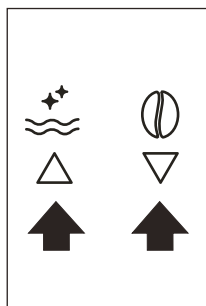

Fig. 9
- ▶ Pentru a seta limba, utilizați pictogramele Δ ∇ (B7 și B8) pentru a selecta limba dorită (Fig. 9). Când este afișat mesajul „PRESS OK TO CHOOSE ENGLISH” (APĂSAȚI OK PENTRU A ALEGE LIMBA ENGLEZĂ), apăsați pe pictograma OK (B 9) (Fig. 10) timp de 3 secunde până când se afișează mesajul „ENGLISH INSTALLED” (LIMBA ENGLEZĂ INSTALATĂ). Dacă ați setat limba greșită, urmați instrucțiunile din secțiunea "Setarea limbii". Dacă limba dv. nu este disponibilă, selectați una dintre cele afișate. Instrucțiunile se referă la versiunea în limba engleză. După aceea urmați instrucțiunile afișate.